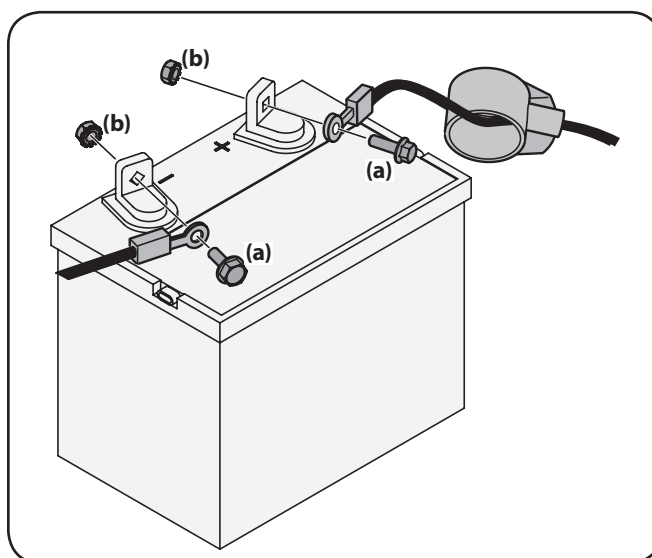

Figure 3-2
1. Branchez le câble rouge à la borne positive (+) de la batterie et le câble noir à la borne négative (-) de la batterie avec les boulons (a) et les écrous fournis. Voir Figure 3-2.